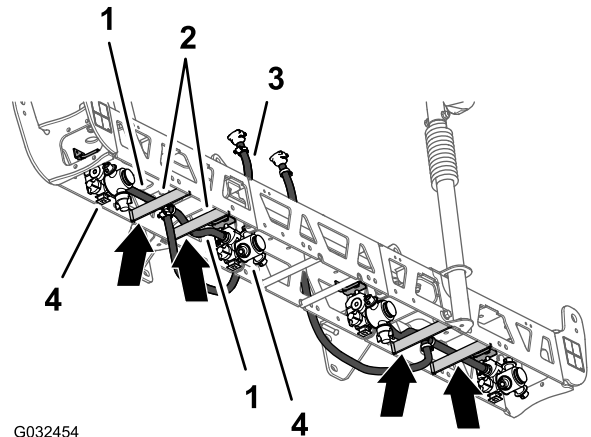
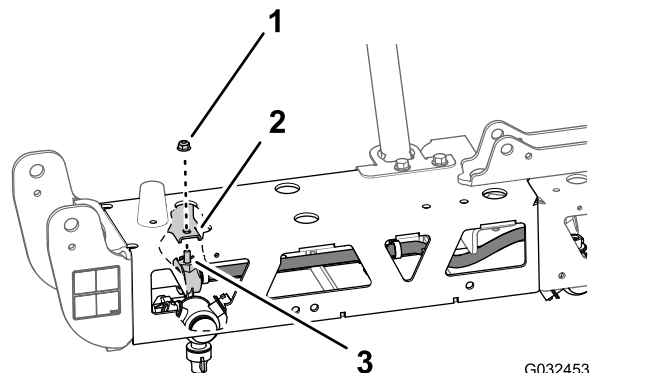

Bild 57
Bild 58
- Verlegen Sie den Schlauch (13 mm) und die Düse zwischen die Trägerstreben des äußeren Trägers (Bild 57).
- Verlegen Sie den Schlauch und die Düse über der Trägerstrebe und an der Außenseite der äußeren Düsenbefestigung (Bild 57).
- Fluchten Sie die Sechskantschraube (5/16" x 3/4") der Sprühdüse durch das Loch in der Düsenbefestigung aus und befestigen Sie die Düse mit einer Sicherungsbundmutter (5/16") vom Finishingkit für das GeoLink-Sprühsystem lose an der Befestigung (Bild 58).
4. Verlegen Sie den anderen Schlauch (13 mm) und die Düse zwischen den Trägerstreben des äußeren Trägers (Bild 57).
5. Verlegen Sie den Schlauch und die Düse über der Trägerstrebe und an der Innenseite der inneren Düsenbefestigung (Bild 57).
6. Fluchten Sie die Sechskantschraube (5/16" x 3/4") der Sprühdüse durch das Loch in der Düsenbefestigung (Bild 58) aus und befestigen Sie die Düse mit einer Sicherungsbundmutter (5/16"), die Sie in den Schritten 1 und 4 in Entfernen der Sprühdüsen (Seite 23) entfernt haben, lose an der Befestigung.
8. Verlegen Sie den Schlauch und den Schlauchanschlussverbinder (13 mm x 810 mm) an der Seite des mittleren Auslegerabschnitts mit der linken und rechten Stützhalterung (Bild 57).
9. Wiederholen Sie die Schritte 1 bis 8 für den anderen Schlauch und die anderen Düse am anderen äußeren Träger (Bild 57 und Bild 58).